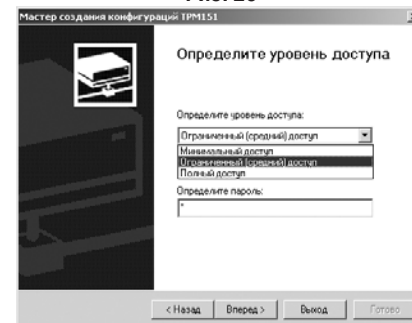

Рис. 21
**Если модификация успешно считана**, на экране сразу появится окно с приглашением выбрать уровень доступа (см. рис. 21).
Нажмите клавишу [Вперед>] – откроется окно с приглашением выбрать уровень доступа (рис. 21). Переходите к п. 4.